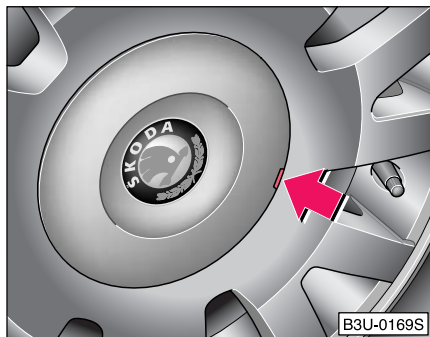

Fig. 173 Schimbarea roții: Demontarea capacului ornamental
- Scoateți capacul trăgând cu atenție de locurile speciale ⇒ Fig. 173. ■